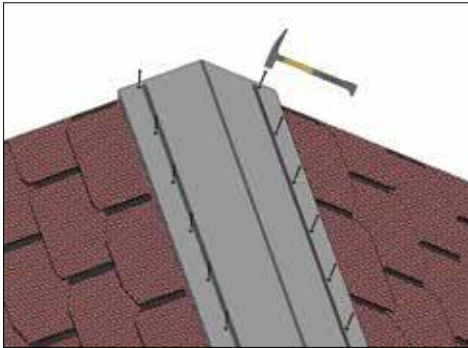
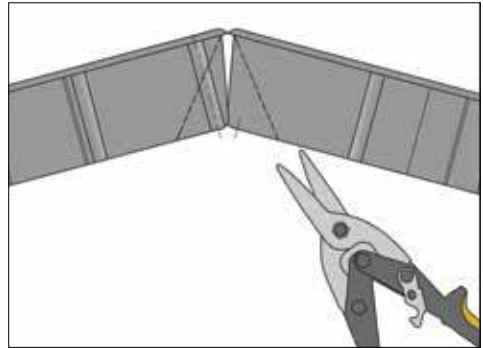

Рис. 7 Установка аэратора.
Рис. 8 Подрезка аэратора.
3.3.3 Установите аэратор на конёк крыши таким образом, чтобы он был заподлицо с краем фронтонного свеса (Рис. 7). Максимальный угол применения конькового аэратора без подрезки составляет 50°. В случае, если уклон кровли превышает 50°, аэратор необходимо подрезать (Рис. 8). Закрепите аэратор к конструктивным элементам крыши при помощи гвоздей или саморезов, указанных в таблице №1. Места крепления указаны на аэраторе.